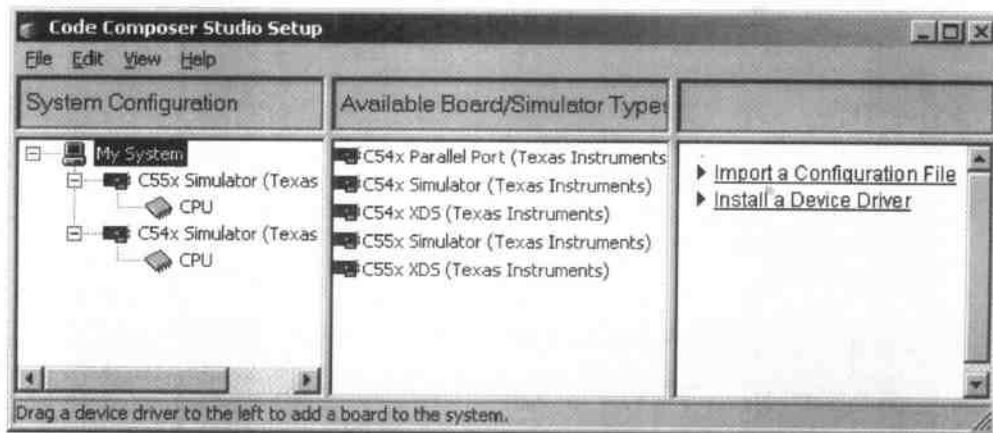
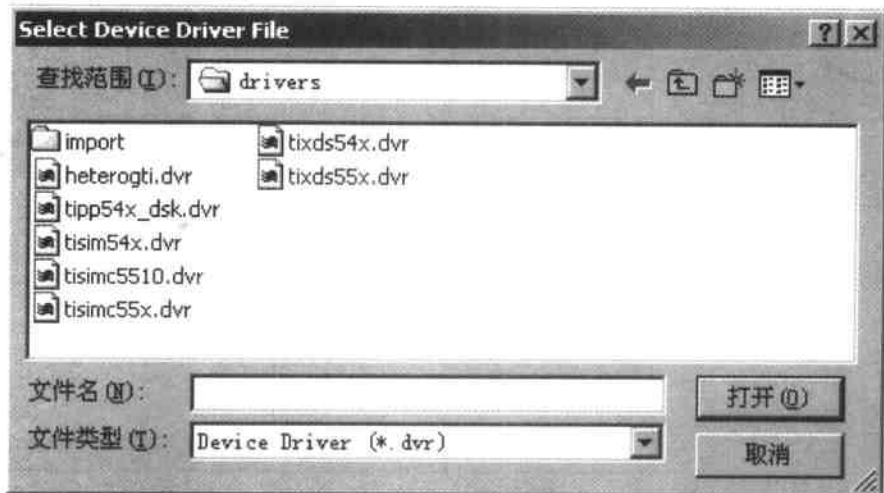
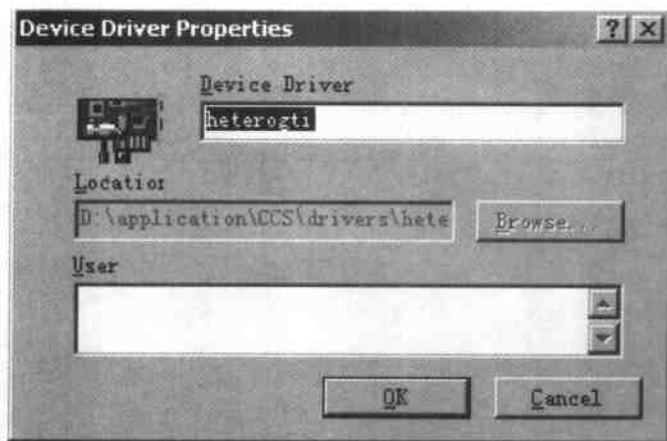
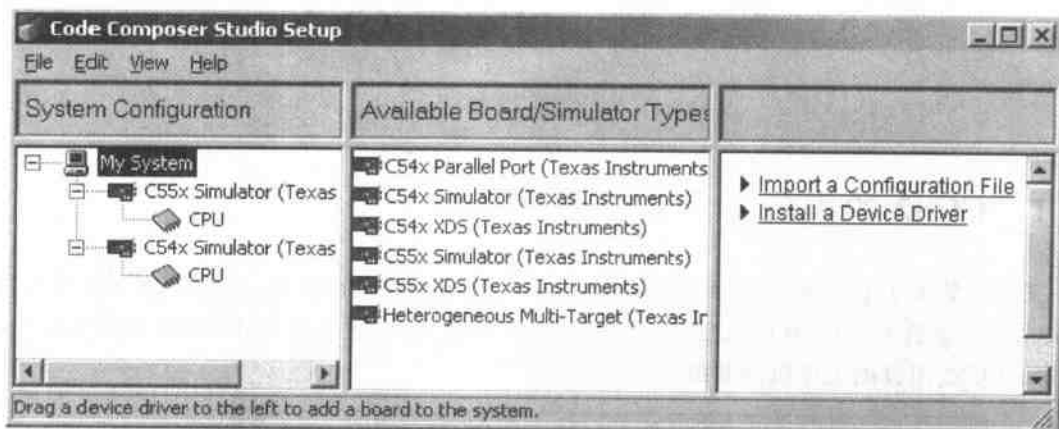

图 1.2 CCS2 配置界面
图 1.4 驱动程序配置对话框
图 1.5 驱动程序属性窗口
图 1.6 配置后的界面
双击桌面上的 Setup CCS2studio 图标, 或者在开始菜单中运行 Setup Code Composer Studio 程序, 可以激活 CCS2 的配置工具, 配置界面如图 1.2 所示。
图 1.2 左边一栏中的 My System 表示系统配置; C55X Simulator/C54X Simulator 表示当前的仿真器目标板; CPU 表示相应的处理器。这个界面中列举了已经安装的可供选择的配置。改变当前的工作配置时, 需要保存改变的配置才能生效。中间一栏表示已经安装的仿真器类型。图中是已经安装的 CCS2 自带的 TI 公司的 C54X 和 C55X 系列仿真器。右边一栏是配置命令/信息选项, 单击 Import a Configuration File, 便出现仿真器导入配置对话框。对话
单击 Install a Device Driver 选项,便出现驱动程序配置对话框,如图 1.4 所示。
(1) 双击桌面上的 Setup CCS2studio 图标,运行 CCS2 的配置程序,出现如图 1.2 所示的
(2) 选择 Edit→Install Driver 项,或者在如图 1.2 所示的配置界面的右边一栏单击 Install a Device Driver 选项,出现如图 1.4 所示的驱动程序配置对话框。选择需要的驱动程序,这里选 heterogti.dvr,会出现如图 1.5 所示的驱动程序属性窗口,在此可以为驱动程序重新命名。该驱动程序默认的名字是 Heterogeneous Multi-Target (Texas Instruments),单击 OK。
(3) 执行菜单命令 Edit→Add to System, Heterogeneous Multi-Target (Texas Instruments)便出现在 CCS2 配置界面的中间一栏,如图 1.6 所示(与图 1.2 对照,中间一栏多了 Heterogeneous Multi-Target (Texas Instruments)一项)。